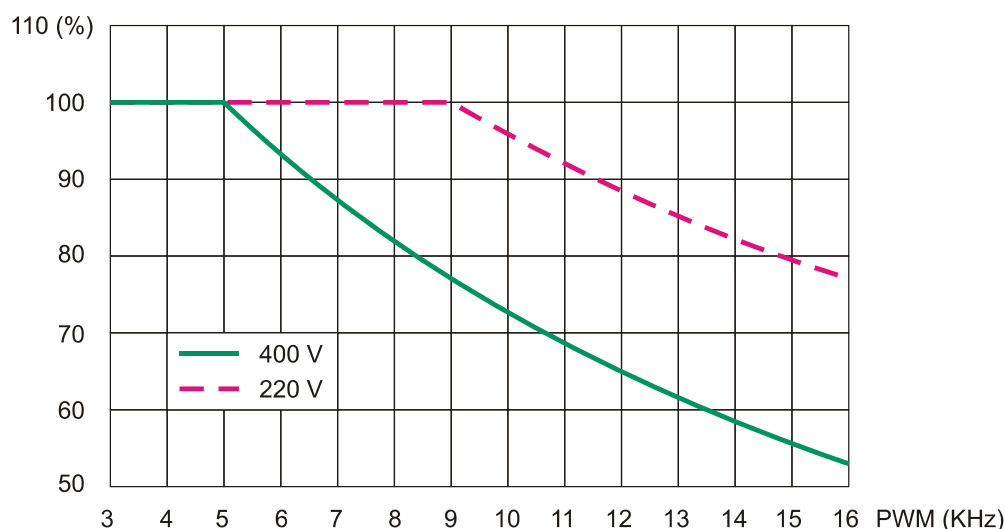

FIG. 4 (Declassamento convertitore per mod. da 03A÷110A / Converter derating for mod. 03A÷110A)
- (1) La connessione C56 stabilisce il tipo di sovraccarico.
(2) Corrente nominale per uso continuativo a 5kHz PWM. Nella **FIG.4** è riportato l'andamento del declassamento automatico in funzione della frequenza di PWM (P101) e della tensione di alimentazione alternata (P87).
(3) Riferimento analogico di velocità a 16 bit disponibile solo con le schede di retroazione: Encoder Sinusoidale e Endat (CS6337.1), Resolver con RDC19224 (CS6334).
(4) Temperatura ambiente ammessa fino a 45 °C. in questo caso declassare la corrente a 88% In.
(5) Per altitudine superiore ai 1000 m SLM declassare la corrente dell'1% ogni 100 m.
- (1) Connection C56 determines the type of overload.
(2) Rated current for continuous duty at 5kHz PWM. **FIG.4** shows the automatic derating pattern as a function of PWM frequency (P101) and AC supply (P87).
(3) 16 bit analog speed reference available only with feedback cards: Sinusoidal Encoder and Endat (CS6337.1), Resolver with RDC19224 (CS6334).
(4) Allowable ambient temperature up to 45 °C. In this case, derate current to 88% In.
(5) At altitudes above 1000 m above sea level, derate current by 1% each 100 m.